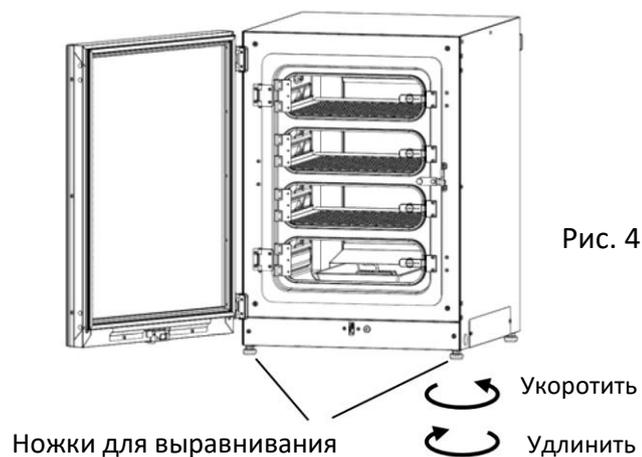

Рис. 4
Отрегулируйте высоту ножек, вращая их против часовой стрелки, чтобы выровнять инкубатор (Рис. 4).
5. Извлеките увлажнительный поддон (Рис. 4).